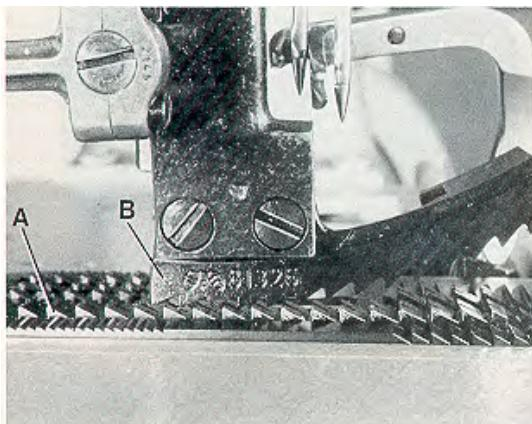

Fig.19
At highest point of feed travel the rear teeth of the feed dog (A, Fig. 19) should just project their full depth above the top surface of throat plate.
Simultaneously the upper feed dog (B, Fig. 19) should be positioned so that the tips of its teeth engage with the tooth spaces of the lower feed dog (A), without contacting it. When the lower feed dog (A) is in its highest and the upper feed dog (B) in its lowest point of travel, there must be a small gap between both feed dogs.
Gleichzeitig muß der Obertransporteur (B, Fig. 19) so positioniert sein, daß die Spitzen seiner Zähne in die Zahnlücken des unteren Transporteurs (A) eingreifen, ohne diesen zu berühren. Wenn der untere Transporteur (A) in der höchsten und der Obertransporteur (B) in der untersten Stellung seiner Bewegung ist, muß zwischen beiden Transporteuren ein Luftspalt sein. Die Transportwege des oberen und unteren Transporteurs müssen gleich (synchron) sein.